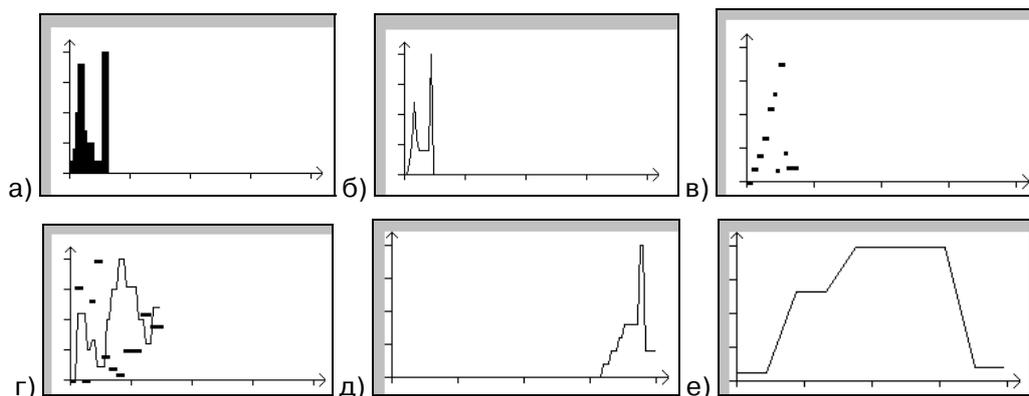

Рисунок 196
Элемент «График реального времени» (см. рис. 196) предназначен для отображения на экране панели графика (графиков), отображающих в режиме реального времени изменения значений в определенной ячейке (ячейках) памяти.
График реального времени может отображаться в виде столбцов (см. рис. 196, а), ломаных (см. рис. 196, б) или точек (см. рис. 196, в). При отображении нескольких значений одновременно для разных значений могут применяться разные способы отображения, например – точки для одной величины и ломаная –
для другой (см. рис. 196, г). Кроме того, для отображения может использоваться имитация «движущейся бумаги» - в этом случае применяется отображение графика, строящегося «неподвижным пером» на «перемещающейся» справа налево ленте (см. рис. 196, д). Масштаб вертикальной оси графика может быть изменен (см. рис. 196, е).
- В группе полей «Данные», в поле «Счет» задается относительный масштаб вертикальной оси графика (см. рис. 196, е – значение «10» и рис. 196, б – значение «100»).
- В группе полей «Вид» выбором требуемой позиции переключателя задается необходимый режим отображения данных: в виде столбцов (см. рис. 196, а), ломаных (см. рис. 196, б) или точек (см. рис. 196, в).
- В группе полей «Режим движения» выбором требуемой позиции переключателя задается необходимый режим отображения данных: в виде имитации движения пера (см. рис. 196, а-г) или имитации движения бумаги под неподвижным пером (см. рис. 196, д).